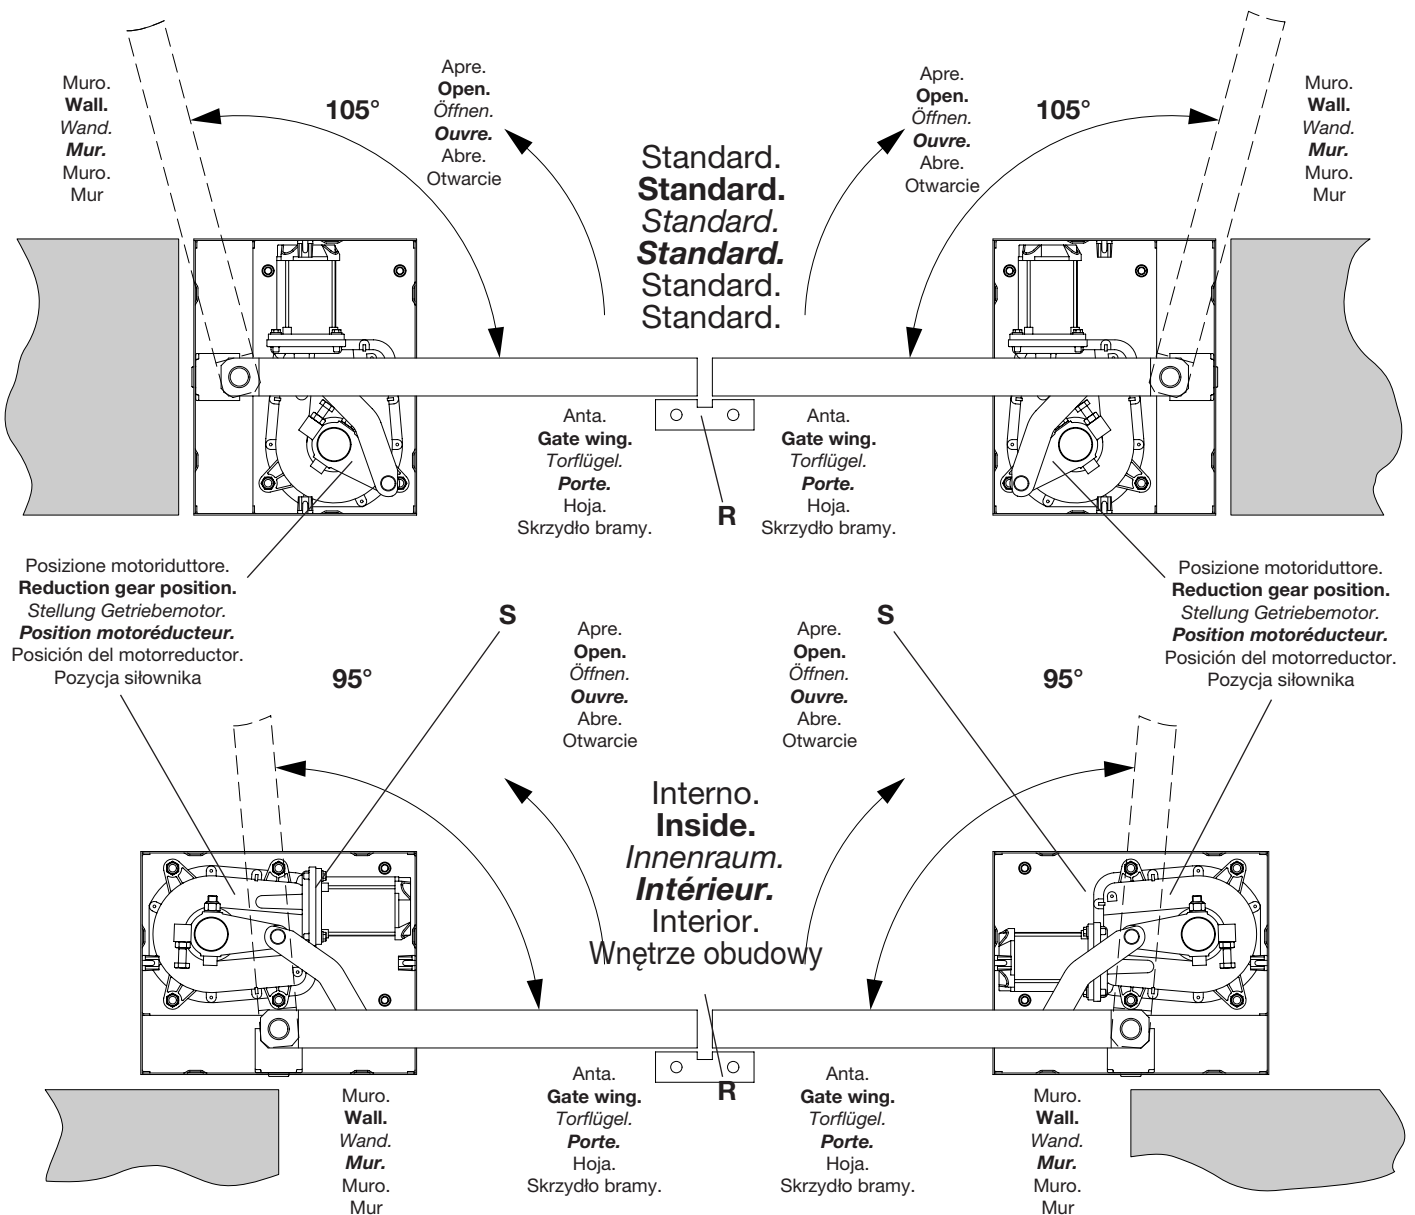

Fig.3
- 2 Fixer le motoréducteur à la caisse à l'aide de 4 des 6 boulons disponibles sur la caisse selon le montage (voir fig. 3) et des écrous de sûreté fournis.